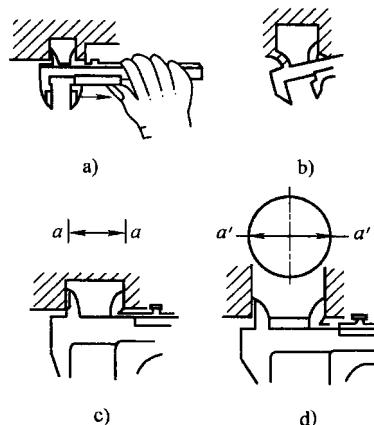

图 1-22 测量内径
(2) 测量内径 如图1-22所示，将工件置于正确位置，用游标卡尺的上端两个量爪测量。对于槽宽，读a-a的最小值；对于孔径，读a-a的最大值。